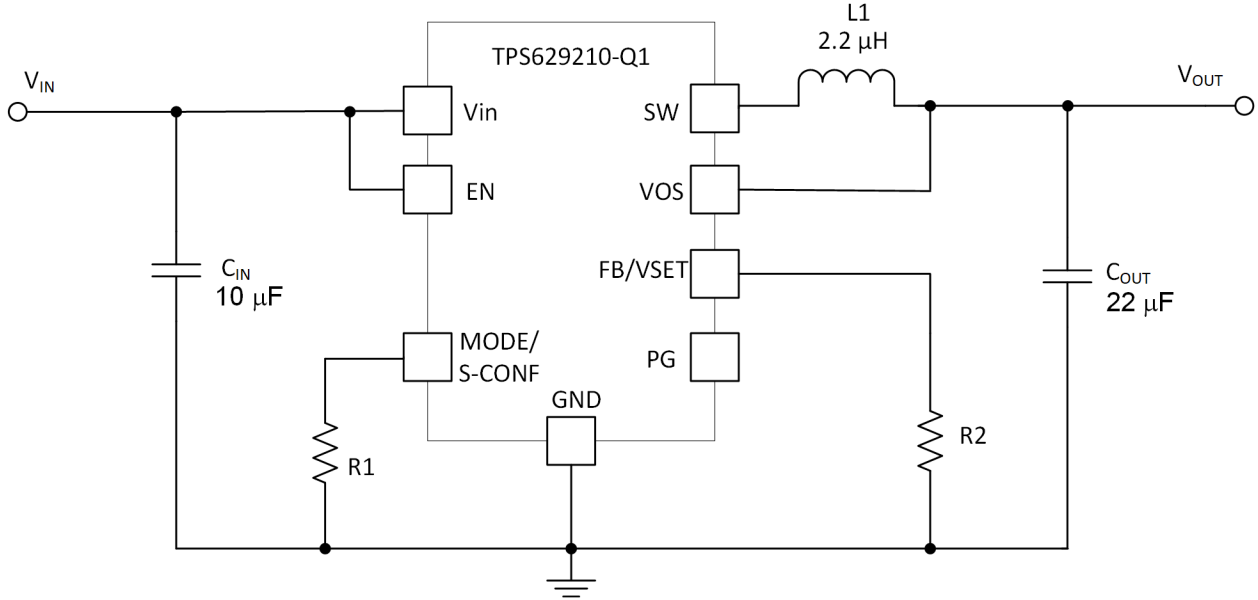
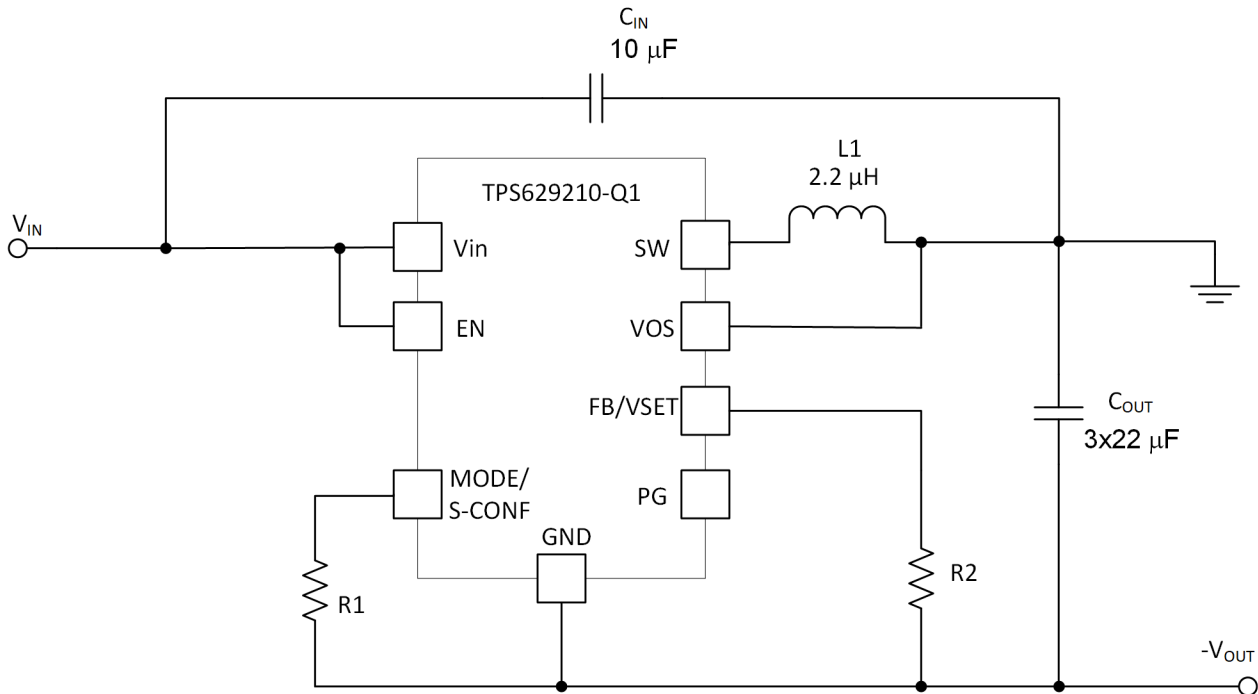

图 1-1. TPS629210-Q1 降压拓扑
图 1-2. TPS629210-Q1 反相降压/升压拓扑
反相降压/升压拓扑与降压拓扑非常相似。在图 1-1 所示的降压配置中，正连接 ( $V_{OUT}$ ) 连接到电感器，返回连接到集成电路 (IC) 接地。然而，在图 1-2 所示的反相降压/升压配置中，IC 接地用作负输出电压 (标记为  $-V_{OUT}$ )。降压配置中的正输出用作接地 (GND)。这种反相降压/升压拓扑允许输出电压反相并且始终低于接地电压。